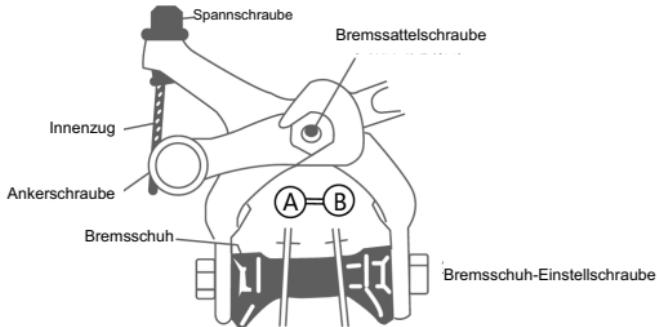

Abbildung 8
- Beide Schuhe sollten gleich weit von der Felge entfernt sein, etwa 1 bis 2 mm. Sie können mit den Bremsschuh-Einstellschrauben angepasst werden. (Abbildung 8)